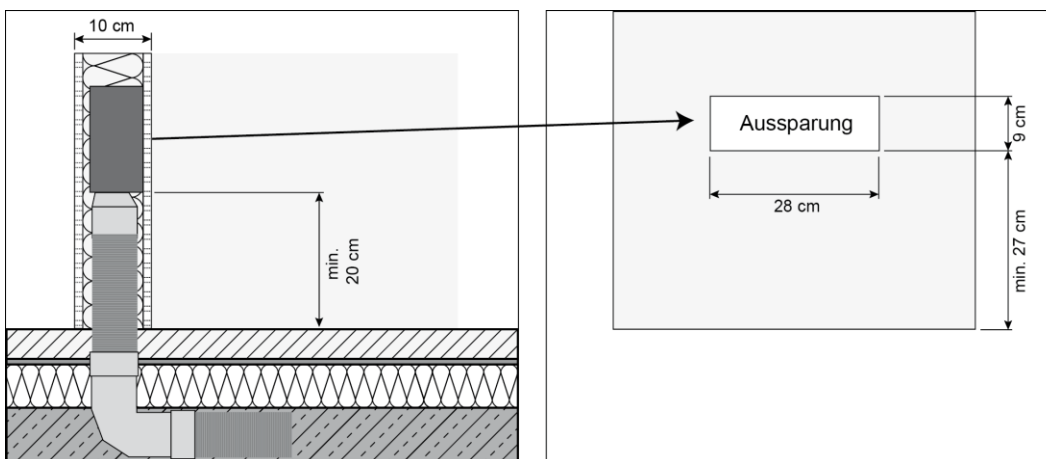

Abb. 33 Zuluftelement Wand für Trockenbauweise (Seiten- und Frontansicht)
- Eine Aussparung in der Gipskartonplatte entsprechend Abb. 33 (siehe S. 29) ausklinken.